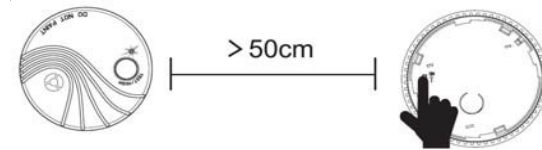

Fig. 10
3. Slå på strömbrytaren på den andra brandvarnarens undersida enligt Fig. 10.